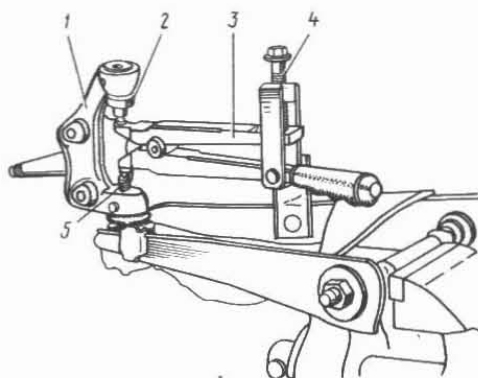

Fig. 4-13. Desacoplamiento del brazo inferior:
- desenrosque la tuerca de sujeción de la rótula inferior e instale entre la rótula (fig.4-13)